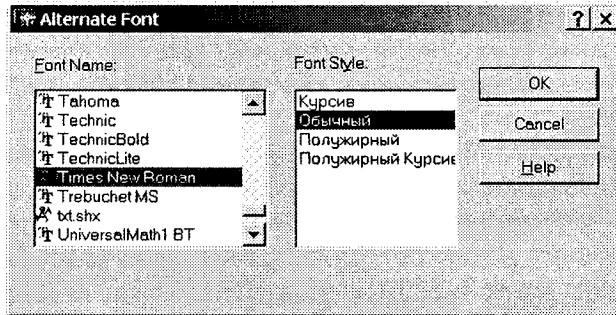

Рис. 19.2
- Натиснути кнопку **Browse**, в результаті чого відкриється діалогове вікно **Alternate Font** (рис. 19.2).